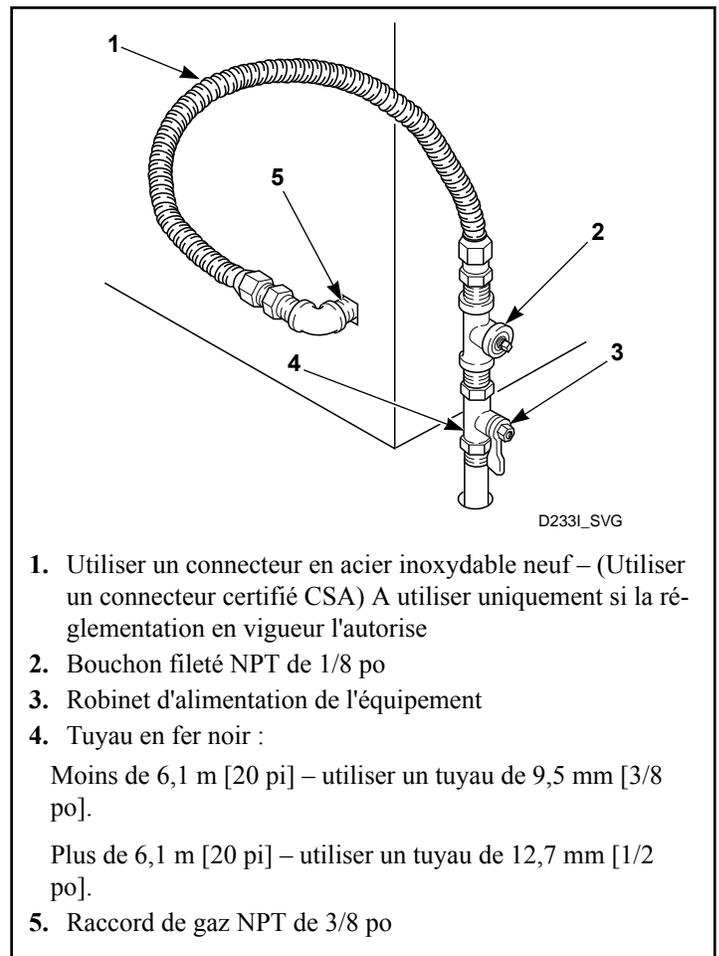

Figure 8
**REMARQUE : Lors du raccordement d'une sècheuse à la conduite d'alimentation en gaz, on doit munir la conduite d'un robinet d'arrêt de gaz à une distance de 1,8 m [6 pieds] ou moins de la sècheuse comme stipulés par les dispositions du code américain relatif au gaz combustible (National Fuel Gas Code), à la norme ANSI Z223.1/NFPA 54 ou au code d'installation de systèmes au gaz naturel ou au propane canadien CSA B149.1. Poser un bouchon fileté de 1/8 po N.P.T. comme indiqué sur l'illustration. Voir la Figure 8 .**